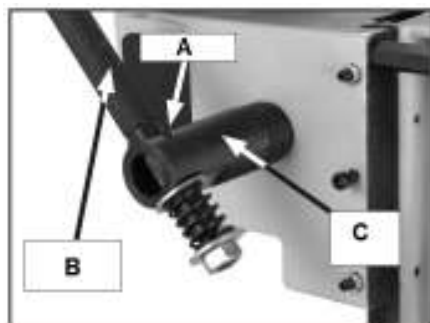

Рис. 3
#### Установка рукоятки вертикальной подачи (Рис. 3):
1. Открутите шестигранную гайку, снимите сжимающую пружину и две шайбы с рукоятки вертикальной подачи (B, Рис. 3).
2. Вставьте рукоятку подачи в муфту (C), как показано на Рис. 3. Убедитесь, что шип рукоятки (A, Рис. 3) попал в канавку на муфте.